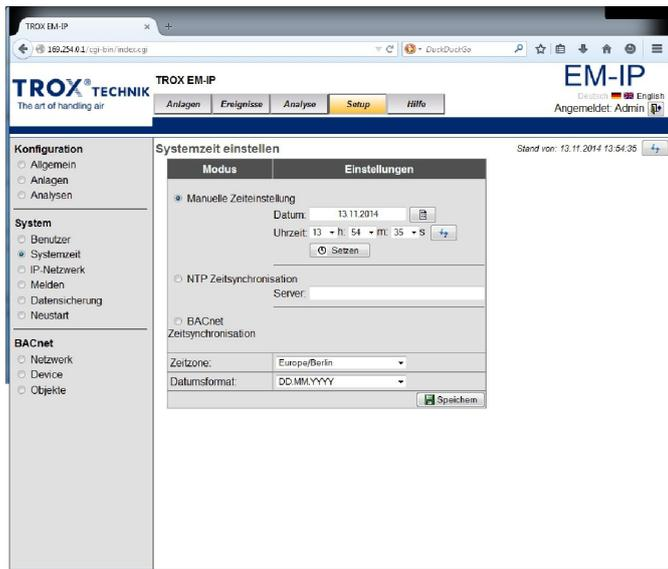

Abb. 28: Systemzeit einstellen
- Der Datenpunkt „Systemzeit einstellen“ (Abb. 28) wird geöffnet.
- Im Datenpunkt „Systemzeit einstellen“ (Abb. 28) Taste „Setzen“ betätigen.